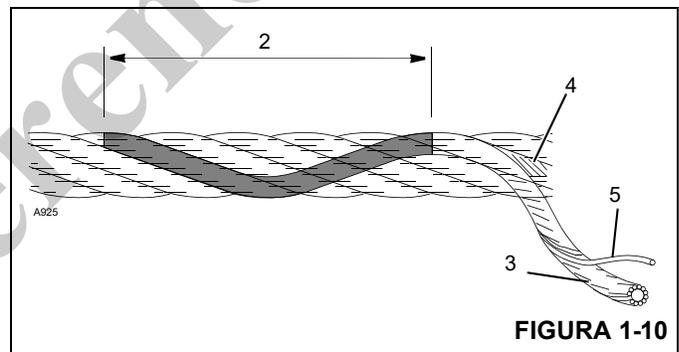

FIGURA 1-10
13. Para revisar si hay alambres rotos (5) (Figura 1-10) alivie la tensión en el cable, muévelo hacia afuera de los "puntos de recogida" y dóblelo lo más que se pueda. Los defectos del cable hacen referencia a la "longitud de sesgo" (2), que es la distancia medida a lo largo del cable en donde una trenza (3) logra una revolución completa alrededor del núcleo (4).